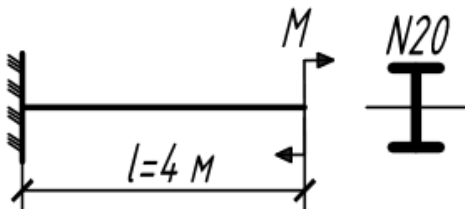

Рис. 5.22
5.22. Стальная двутавровая балка нагружена сосредоточенным моментом  $M$ , вызывающим  $\sigma_{\max} = 100$  МПа. Определить величину момента, радиус окружности  $\rho$ , по которой изгибается балка, и прогиб на свободном конце  $\vartheta_{\max}$  (рис. 5.22).